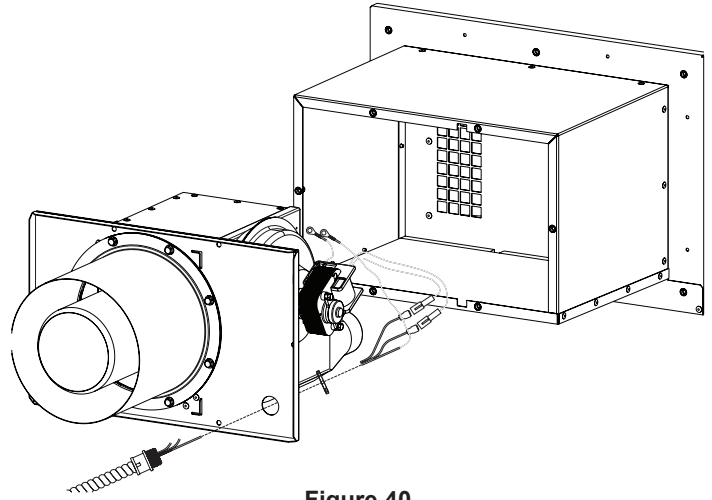

Figure 40
2. Insérer une douille de serre-câble à travers l'orifice de 7/8 po (22 mm) sur le panneau arrière et insérer des câbles de calibre minimum 18 (non fournis). **Voir Figure 40** ci-dessous.